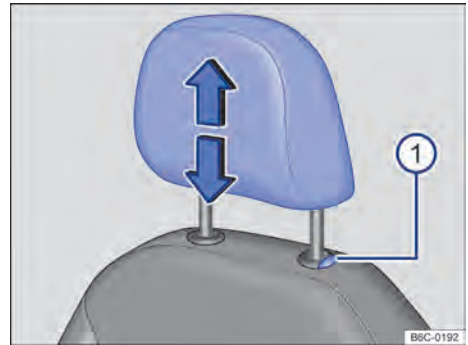
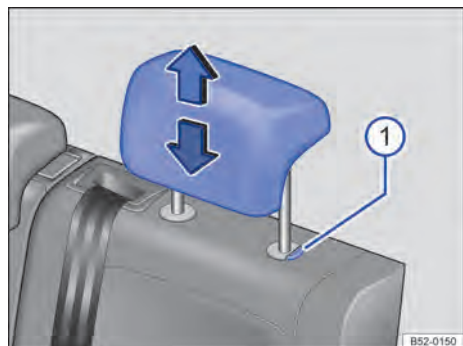

Fig. 64 Apoyacabezas delantero: ajustar.
Fig. 65 Apoyacabezas trasero: ajustar.
- Deslocar el apoyacabezas hacia arriba o hacia abajo en la dirección de la flecha con la tecla → fig. 64 ① o → fig. 65 ① presionado → ▲ de la pág. 79 en *Introducción al tema*.